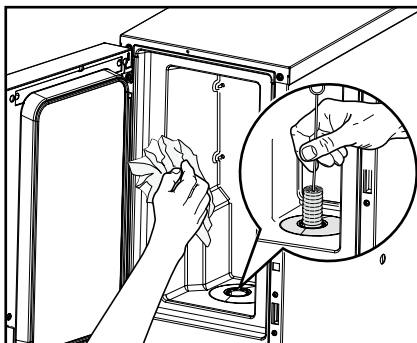

Fig. 25
4. Rengjør kjølerommet innvendig med en ren, fuktig klut og doseringsåpningen med en kost (fig. 25).